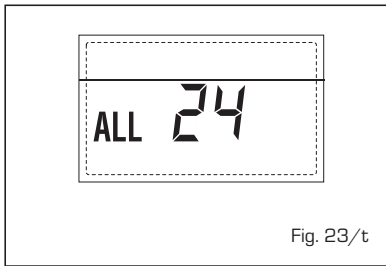

Fig. 23/t
- **ANOMALÍA AVERÍA Sonda CALENTADOR SOLAR S2 "ALL 25"** (fig. 23/u)